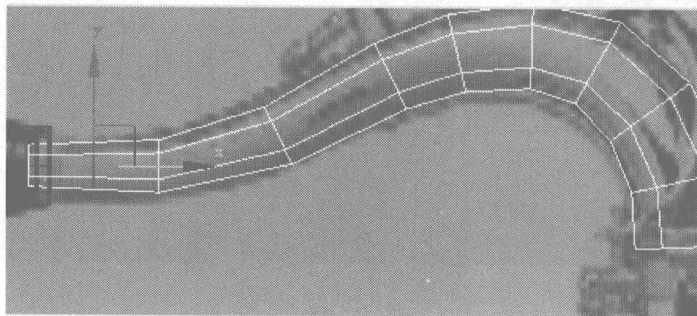
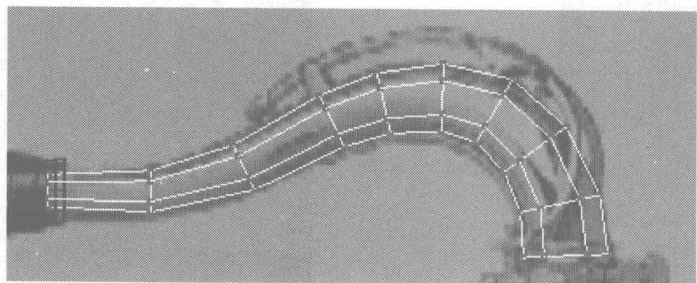

图 2.170
图 2.171
- 05** 删除放映路径和截面曲线。单击右键，在弹出的快捷菜单中选择 **Editable Poly** 选项，将模型塌陷成可编辑多边形。按 Delete 键删除前后两个底面，选择如图 2.170 所示的曲线及其上的节点，将其移除，以此来精简模型，结果如图 2.171 所示。